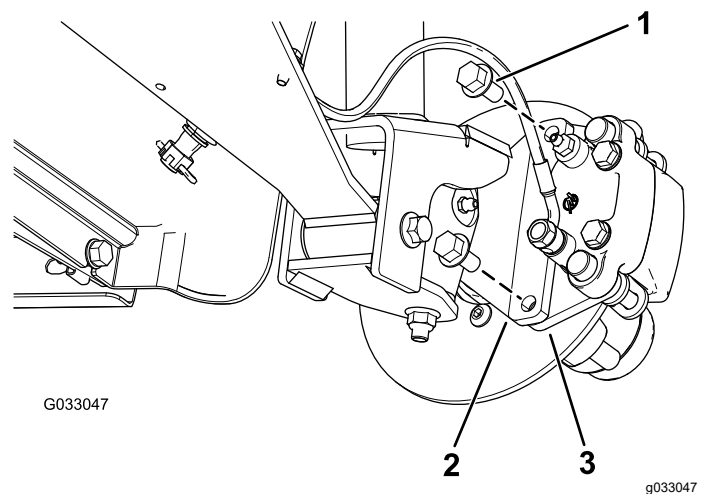
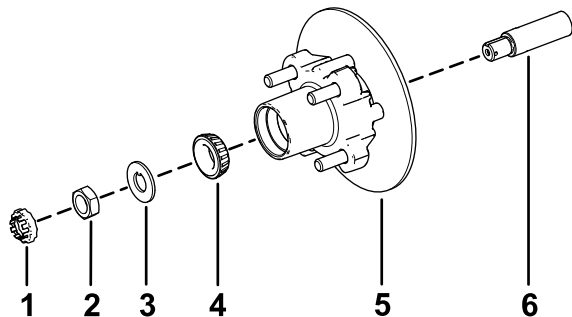

Figura 32
Figura 36
3. Retire los pernos con arandela prensada ($\frac{3}{8}$ " x $\frac{3}{4}$ ") que sujetan el soporte del conjunto de freno al eje y separe el freno del eje (Figura 32).
1. Aplique una ligera capa de grasa del tipo especificado en el eje (Figura 36).
2. Monte el cubo y el rotor en el eje con el rotor hacia dentro (Figura 36).
3. Monte el cojinete exterior en la mangueta y acople el cojinete al anillo de rodadura exterior (Figura 36).
4. Monte la arandela con pestaña en la mangueta (Figura 36).
5. Enrosque la tuerca en el eje y apriete la tuerca a 15 N·m (11 pulgadas-libra), girando el cubo para asentar el cojinete (Figura 36).
2. Alinee las pastillas de freno en cada lado del rotor (Figura 32) y los taladros del soporte de la pinza con los taladros de montaje del freno de la mangueta (Figura 36).
3. Sujete el soporte de la pinza a la mangueta (Figura 32) usando los 2 pernos con arandela prensada ($\frac{3}{8}$ " x $\frac{3}{4}$ ").